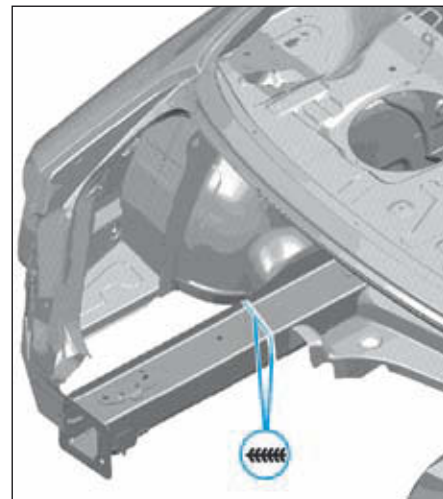
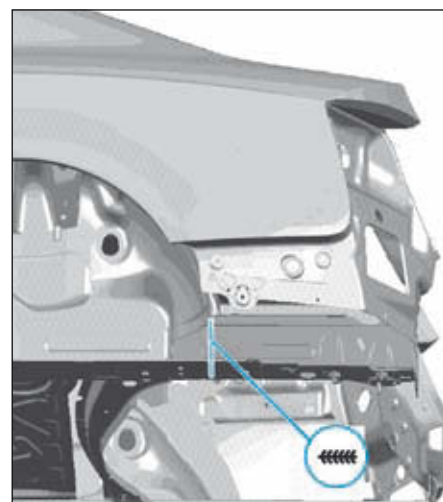

FIG.158
FIG.159
- Ajuster et souder comme illustré (Fig.158) et (Fig.159).